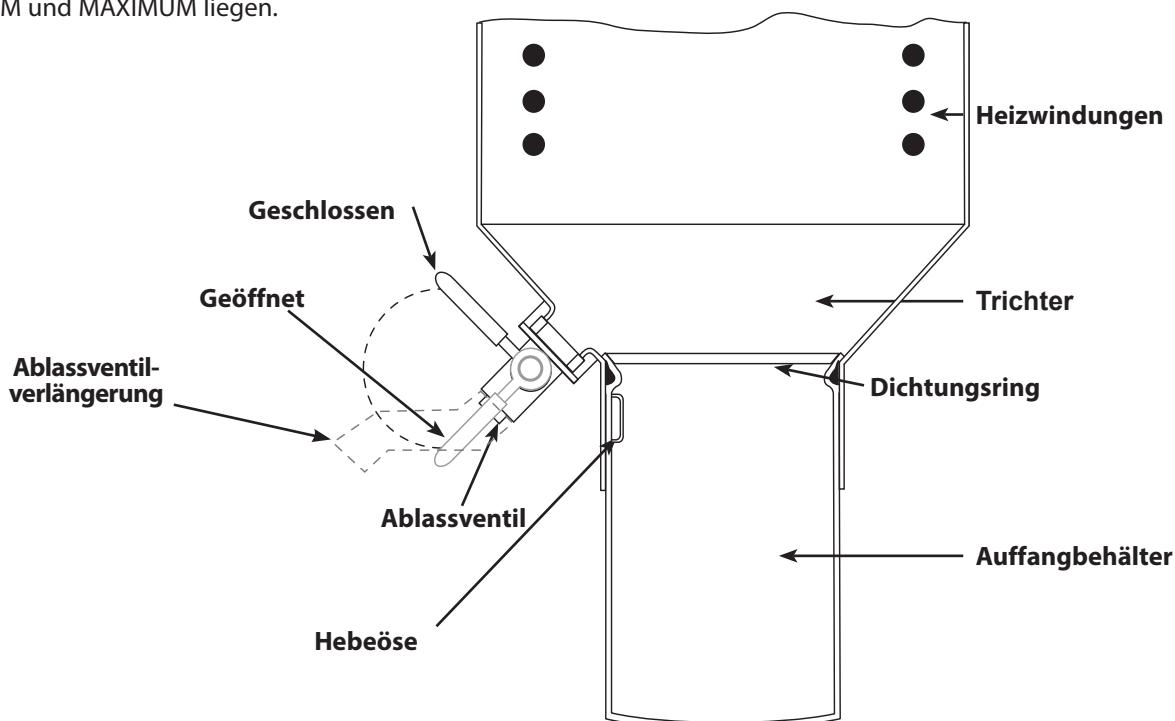

ABBILDUNG 2 - Einige Details sind zur besseren Übersicht nicht abgebildet.
4. Stellen Sie sicher, dass das Ablassventil geschlossen ist (siehe Abbildung 2).